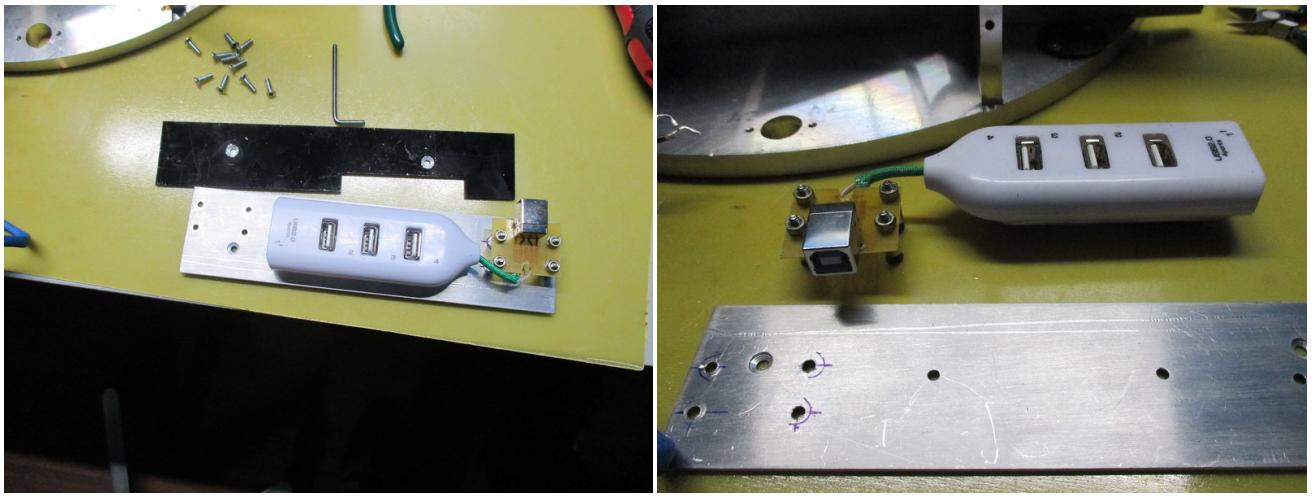

Рис. 23: Снятие боковых накладок и отключение USB-концентратора.
10. Отсоединить всю доступную проводку. Открутить винты, крепящие боковые накладки к фланцу прибора (см. рис. 23). С левой накладки снять USB-концентратор и входной разъем USB.